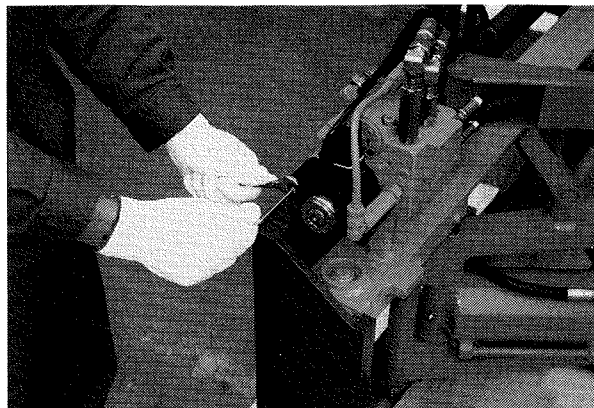

図1
1. 調整用のバルブのロックをゆるめアジャストボルトを全開する。(図1)